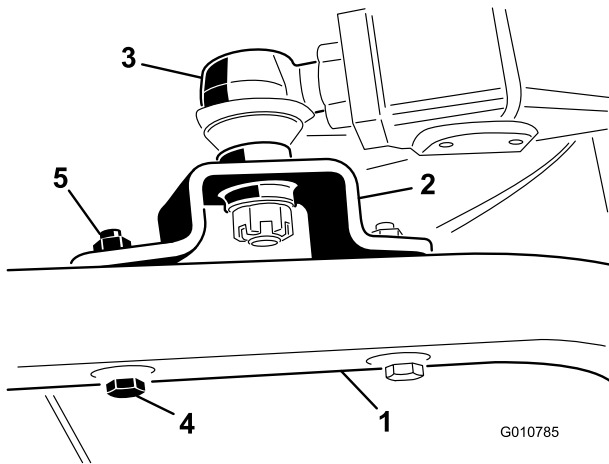

Bild 7
Bundmuttern (7/16 Zoll) an jedem Laufradarm (Bild 7).
5. Ziehen Sie die Klemmmutter fest, mit der das Kugellager am Hubarm befestigt ist (Bild 7).